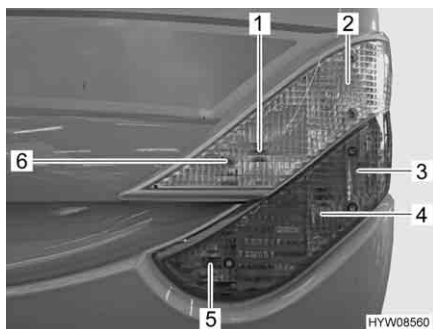

Fig. 154 Luci posteriori (lato anteriore)
- Svitare le sei viti ad esagono cavo (Fig. 154,6)